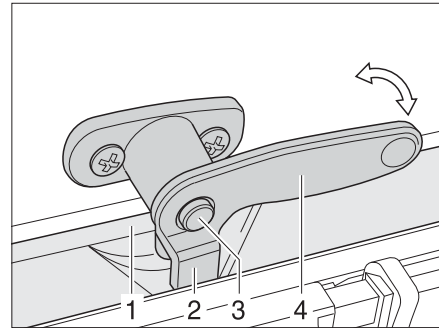

Fig. 73 Palanca de bloqueo con botón de seguridad en posición "cerrado"
- Caso disponible, presionar y mantener presionado el botón de seguridad (Fig. 73,3).